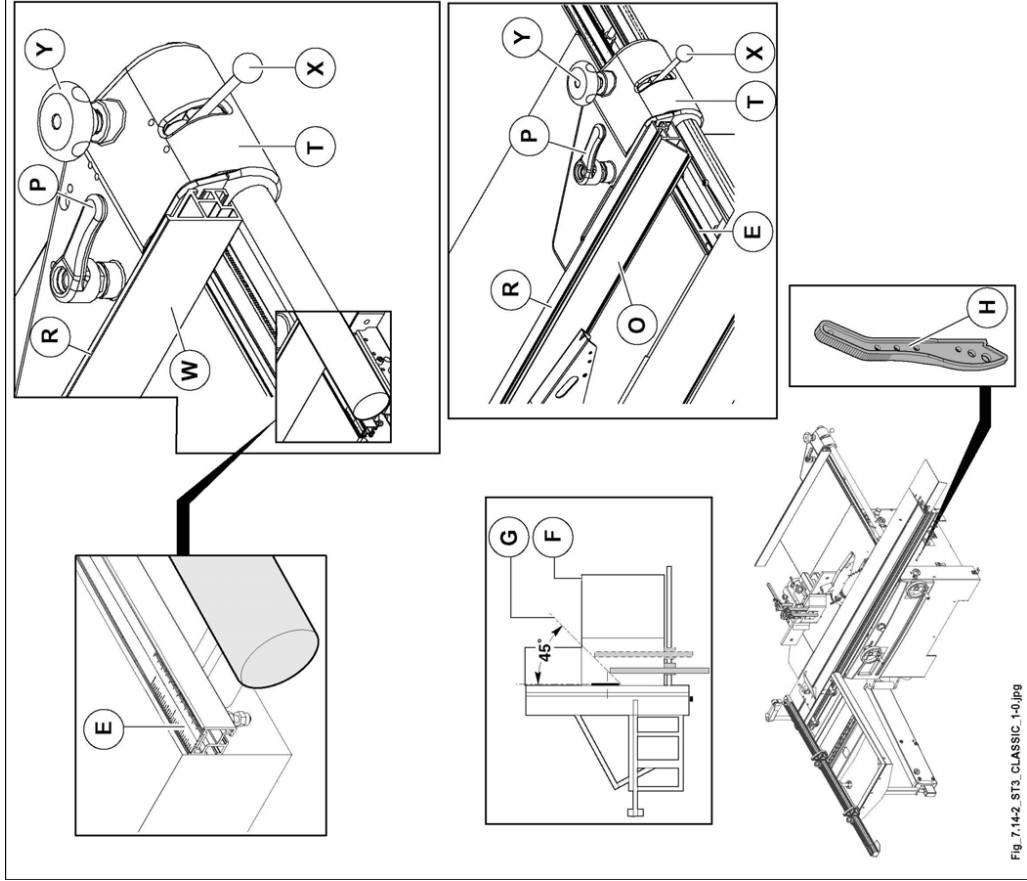

Abb. 7.14-2
Zur Längsverstellung des Lineals (R Abb. 7.14-2) lösen; nach jeder Verstellung Hebel (P) festklemmen. Der Parallelschlag ist in Längsrichtung so zu verstellen, dass das Holzstück zwischen Lineal und Splittkeil nicht blockiert wird.
Das vordere Ende der Zeile darf nie am Ende des Tisches auf der Seite (F Abb. 7.14-2) herausragen, aber muss eine imaginäre Linie (G Abb. 7.14-2) erreichen, die am ersten Zahn an der Klinge beginnt und um 45° nach vorne geschoben wird. Dies soll verhindern, dass die Sägezähne beim Heben das Werkstück ergreifen und es gegen den Bediener schleudern.
2 Positionen des Lineals (R Abb. 7.14-2) sind möglich nach Lösen des Hebel (P Abb. 7.14-2).
- 1) Vertikalstellung mit der dem Holzstück zugewandeten Seite (W Abb. 7.14-2)
- 2) Horizontalstellung (O Abb. 7.14-2) für Schnitte von dünnen Teilen und für Schrägschnitte.
solche Position ermöglicht den Vorschub des Holzstückes durch den mitgelieferten Schiebstock (H Abb. 7.14-2)
- 3) Nach jeder Verstellung Hebel (P (Abb. 7.14-2) festklemmen.
- Hebel (X Abb. 7.14-2) lockern;
- die Führungsgruppe (T Abb. 7.14-2) mit der Hand gleiten lassen und sich auf das Lineal (E Abb. 7.14-2) beziehen.
- durch Drücken und Drehen des Knaufes (Y Abb. 7.14-2) vornehmen.
- Den Hebel (X Abb. 7.14-2) nach erfolgter Einstellung wieder festspannen.